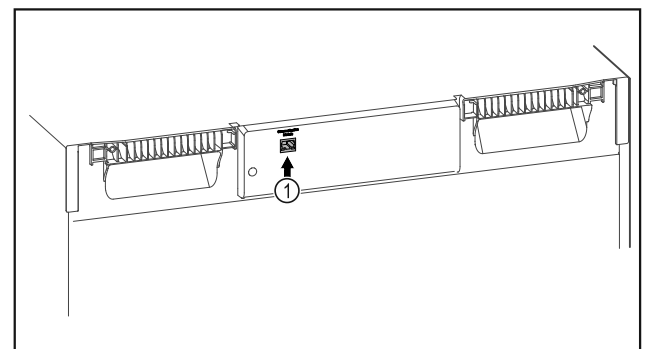

Fig. 103
- SmartModule Fig. 103 (1) naudojamas.